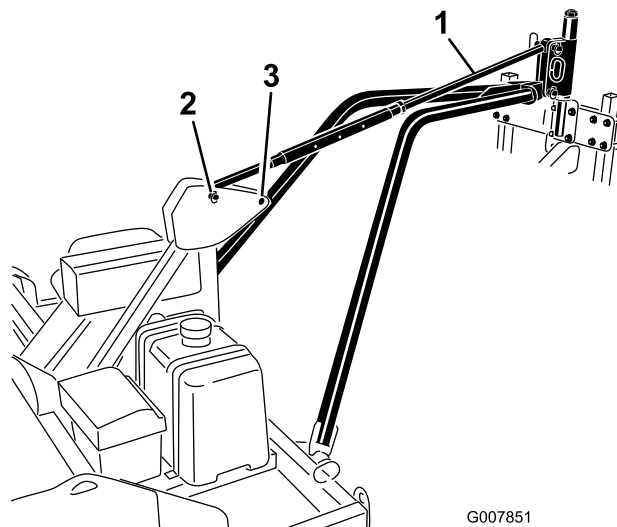

Figura 14
5. Allineate il foro della piastra di fissaggio del braccio di traino ai fori inferiori del perno girevole di attacco dell'arieggiatore (Figura 14).
8. Fissate il perno di comando ai fori superiori del perno girevole di attacco dell'arieggiatore e al perno girevole di attacco del telaio utilizzando i perni di traino e gli acciarini (Figura 14).